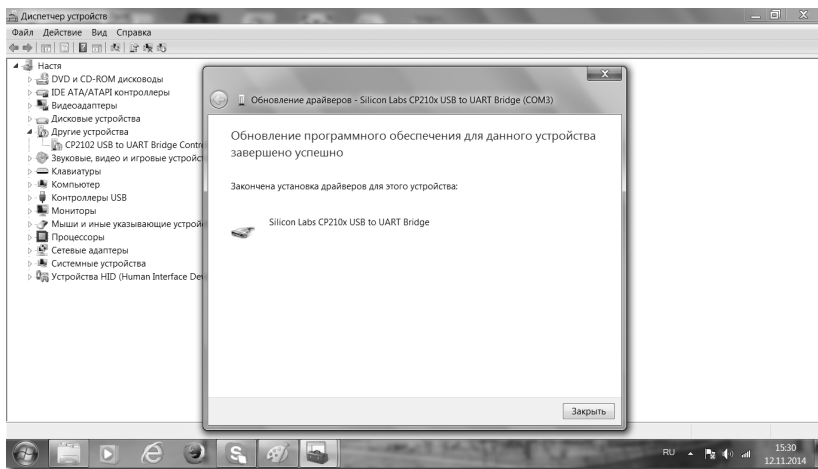

Рис. 13
3.11. После успешной установки драйвера система сообщит об этом (рис.13). Нажимаем «Закреть» данное окно.